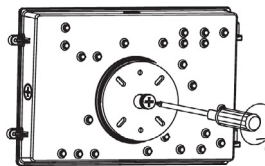

Fig. 1.5
5. Utiliser un tournevis pour retirer le bouchon. (Fig. 1.5)